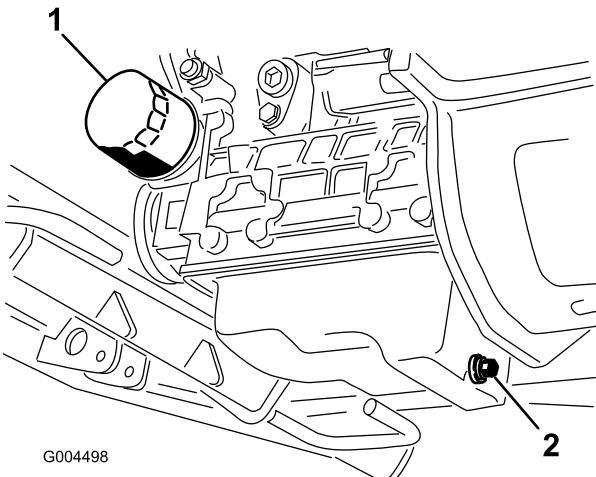

Figura 41
- Coloque um recipiente de drenagem debaixo do recipiente do óleo e alinhe-o com o tampão de escoamento (Figura 41).
| 6. Retire e substitua o filtro do óleo (Figura 41). | |